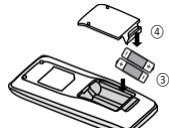

Рис. 2
3. Вставте дві сухі батареї 7# (AAA 1,5 В) і переконайтеся, що полярність «+» і «-» вказана правильно (як показано на рис. 2 ③).
4. Встановіть кришку на місце (як показано на рис. 2 ④).